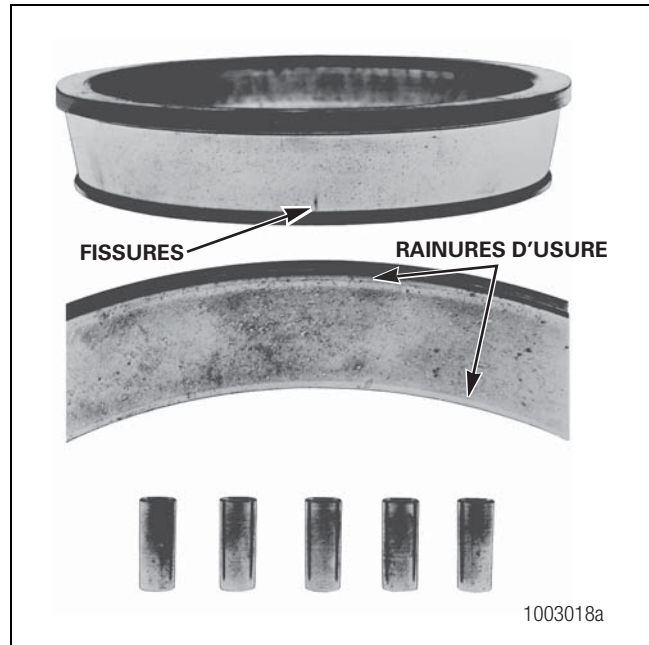

Figure 4.2
- La surface de la bague, du cône intérieur ou des rouleaux présente des fissures profondes ou des cassures. Figure 4.2.